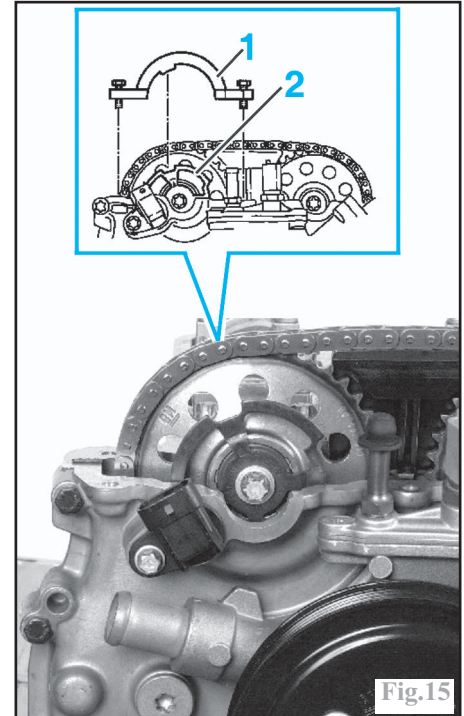

Fig.15
Positionner l'outil **KM-954** (1) sur le disque (2) de capteur d'arbre à cames et sur le carter de distribution (Fig.15).